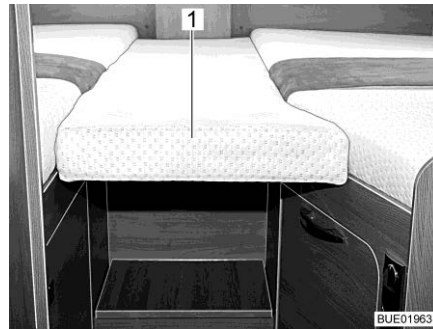
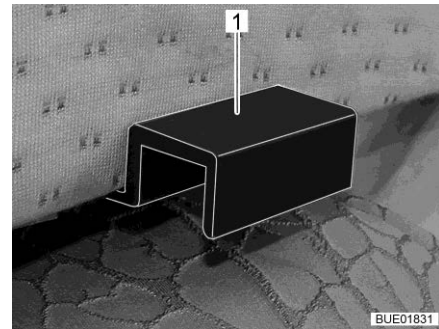

Bild 152 Extra dyna
Bild 153 Fäste extra dynor
- Häng extra dynan (Bild 152,1) med fästena (Bild 153,1) så att det blir en stängd sängytta i enkelsängarnas öppning.